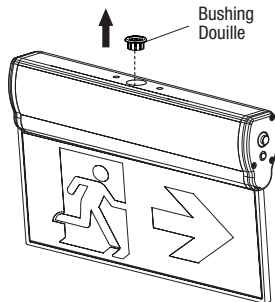

Fig. 7a
1. Retirer la douille du trou central supérieur du boîtier (Fig. 7a).